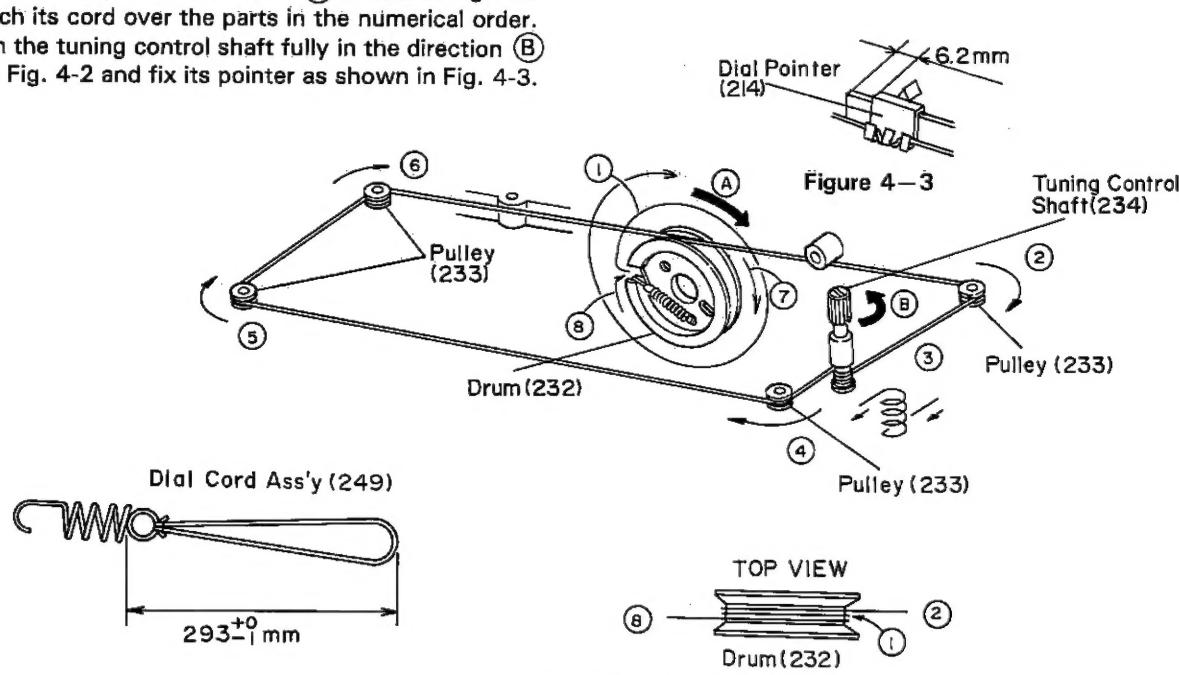

Figure 4-2
1. Turn the drum fully in the direction ① shown in Fig. 4-2 and stretch its cord over the parts in the numerical order.
2. Then turn the tuning control shaft fully in the direction ② shown in Fig. 4-2 and fix its pointer as shown in Fig. 4-3.
1. Die Trommel gemäß Abb. 4-2 bis zum Anschlag in Richtung **A** drehen, dann die Schnur in der numerischen Reihenfolge über die einzelnen Teile spannen.
2. Die Abstimmstellerachse gemäß Abb. 4-2 bis zum Anschlag in Richtung **B** drehen, dann den Zeiger gemäß Abb. 4-3 befestigen.
1. Tourner le tambour entièrement dans le sens **A** montré sur la Fig. 4-2 et passer le cordon sur les organes indiqués et dans l'ordre numérique.
2. Tourner l'arbre de commande d'accord entièrement dans le sens **B** montré sur la Fig. 4-2 et fixer son index comme le montre la Fig. 4-3.